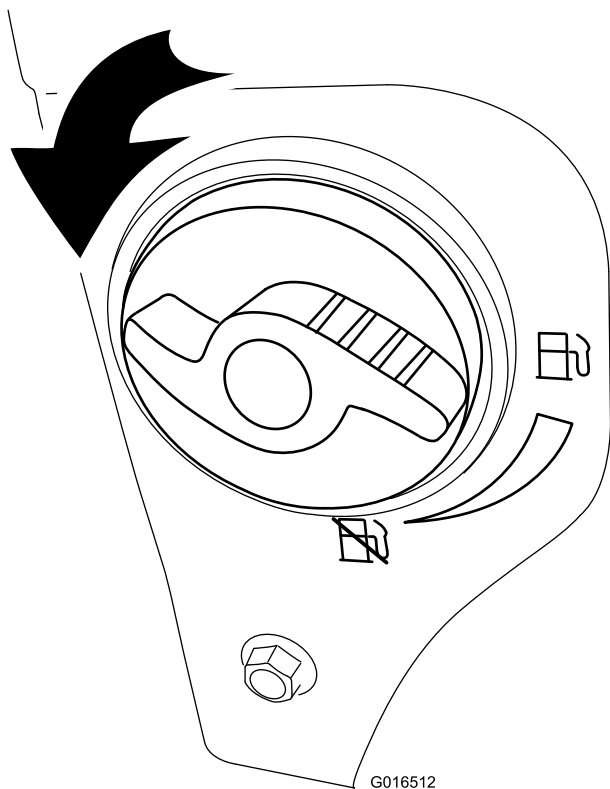

Bild 19
2. Drehen Sie den Kraftstoffhahn eine Viertelumdrehung nach links, um ihn zu öffnen (Bild 19).